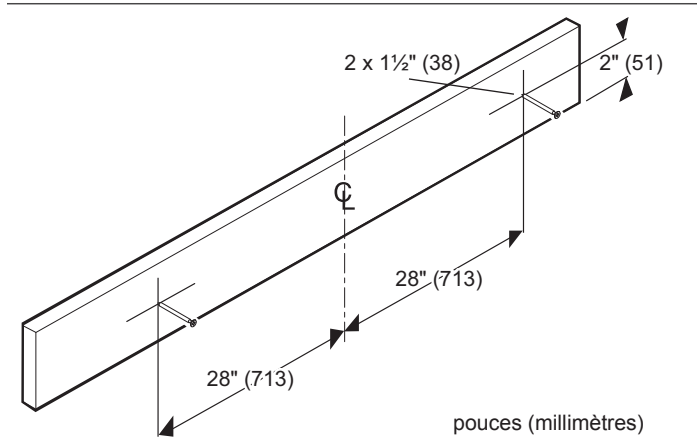

Figure 10 : Suspendre la hotte
9. Sur le support en bois, marquez les emplacements utilisés pour suspendre la hotte, conformément à la *Figure 10*.